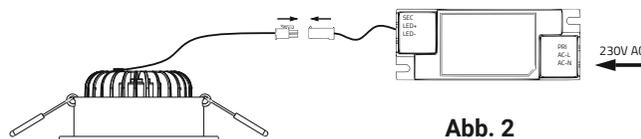

Abb. 2
2. Einbaustrahler, mithilfe des mitgelieferten Steckverbinders, an die sekundärseitige Leitung des Konverters, mit passendem Gegenstück des Steckverbinders, anschließen. An die Primärseite des Konverters die vorhandene 230 V AC Netzspannung anschließen (Abb. 2).